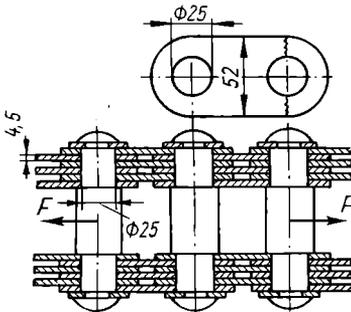

Bild 52
83. Eine Gelenkkette nach Bild 52 ist mit $F = 6000 \text{ kp}$ so belastet, daß das eingreifende Kettenrad an einem Zahn, d. h. an einem Bolzen, die ganze Last aufnimmt. Die Angriffszapfen der Laschen haben 25 mm Durchmesser. **a)** Welche Abscherspannung tritt im gefährdeten Zapfenquerschnitt auf? **b)** Wie groß ist die rechnermäßige Sicherheit gegenüber der Abscherfestigkeit der Zapfen, wenn diese 4700 kp/cm^2 beträgt? **c)** Wie groß ist die in den Laschen auftretende Zugspannung? **d)** Wie groß ist die tatsächliche Sicherheit bei $\alpha_s = 2,5$? Werkstoff St 60 ($\sigma_s = 3600 \text{ kp/cm}^2$).